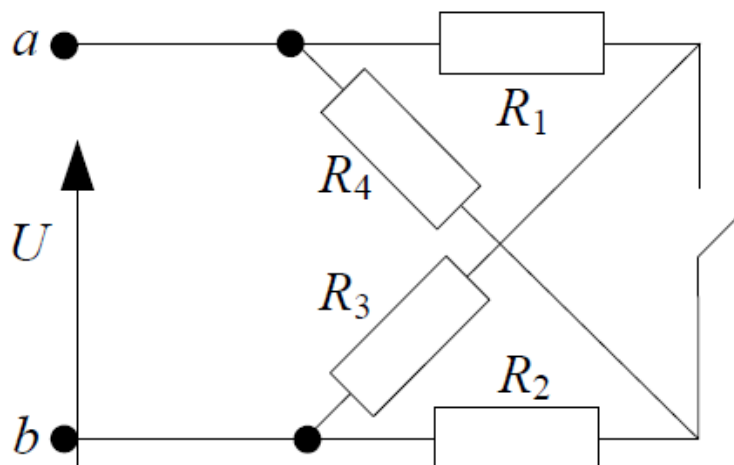

Рис. 21
2.11 Определить ток I в цепи на рис. 21, если ключ разомкнут $U = 100 \text{ В}$, $R_1 = 8 \text{ Ом}$, $R_2 = 7 \text{ Ом}$, $R_3 = 2 \text{ Ом}$, $R_4 = 3 \text{ Ом}$.